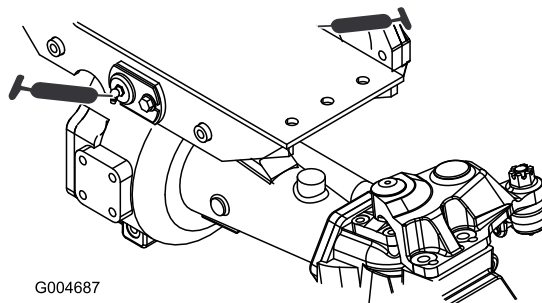

Figure 40
- 2 bagues de pivot d'essieux avant et arrière (Figure 40)